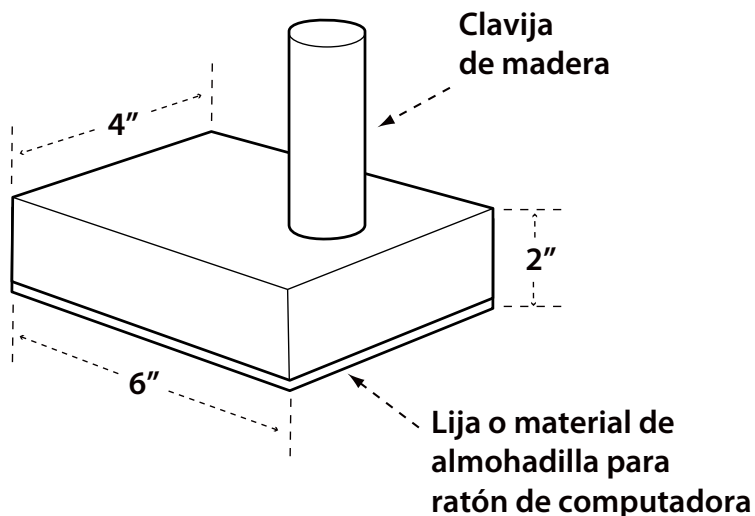

FIGURA 37
3. Pegue un trozo de material áspero o liso tal como una lija o caucho a la parte inferior del bloque para sujetar la pieza de trabajo (las almohadillas para ratón de computadora son adecuadas para esto). Vea la Figura 37.